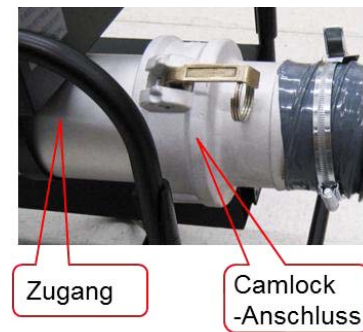

Bild 8. Negativdruck, High-Flow-Anordnung
- c. Für die High-Flow-Negativdruckprüfung muss die Low-Flow-Düse entfernt werden, sofern installiert. Anschließend den Camlock-Anschluss aus Aluminiumguss an die Ansaugseite des Gebläses anschließen, siehe Bild 8. Beide Camlock-Hebel gleichzeitig schließen. **Um einen korrekten Sitz und eine korrekte Messung zu gewährleisten, ist darauf zu achten, dass der 100 mm Schlauch mindestens 1 m gerade in gleicher Höhe des Camlock-Anschlusses weggeführt.**